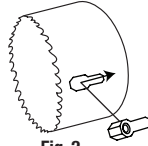

Fig. 2
2. Insert stop in slot and slide rearward towards back plate (Fig. 2).
2. Inserte el topo en la ranura y deslice la parte posterior hacia la placa posterior (Fig. 2).
2. Insérer la butée dans une fente et la faire glisser vers l'arrière, en direction de la plaque arrière (Fig. 2).